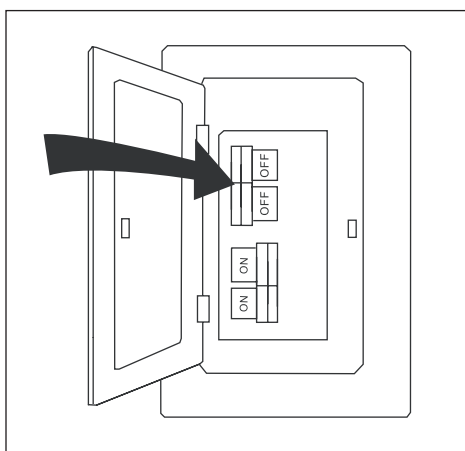

Figura 1.1
1. Gire los soportes de circuito y el interruptor de pared hacia los conductores de la línea de suministro del ventilador (Figura 1.1).